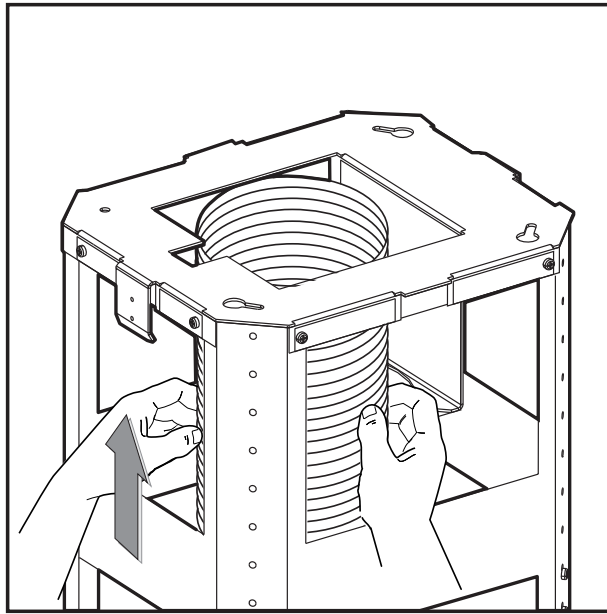

Fig.7
- Fixer le tuyau flexible au trou d'évacuation air disposé préalablement (**Fig.7**).